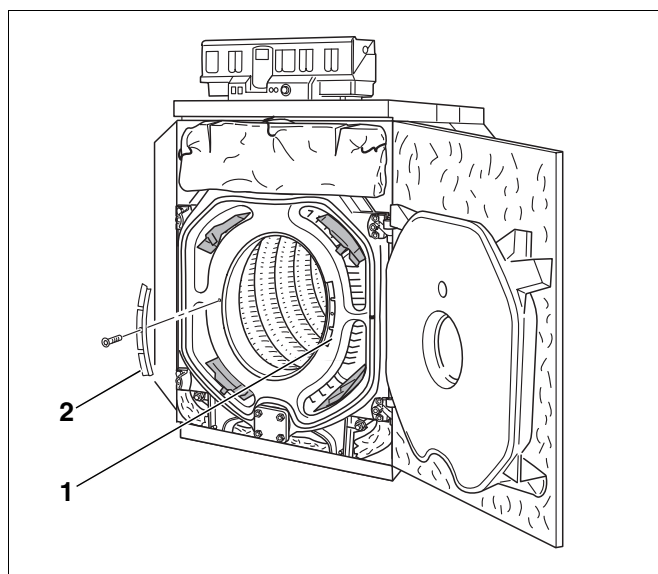
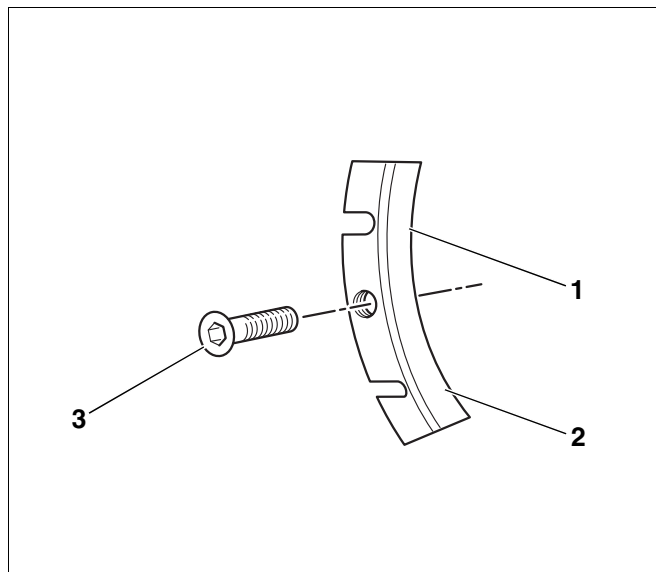

Fig. 68 Poziția plăcilor de blocare a gazelor fierbinți
Fig. 69 Placă de blocare a gazelor fierbinți
- Se deșurubează șuruburile care fixează plăcile de blocare a gazelor fierbinți și acestea se îndepărtează din partea stângă și din partea dreaptă (fig. 68, poz. 1 și 2).
- Se deșurubează șuruburile (fig. 69, **poz. 3**) care fixează plăcile de blocare a gazelor fierbinți și acestea se îndepărtează din partea stângă și din partea dreaptă (fig. 68, **poz. 1 și 2**).
- Placa de blocare a gazelor fierbinți se așează pe un suport astfel încât creștăturile (fig. 69, **poz. 1 și 2**) să rezeme în gol. Cu un ciocan se rupe câte un segment de pe placa de blocare a gazelor fierbinți din stânga și din dreapta.